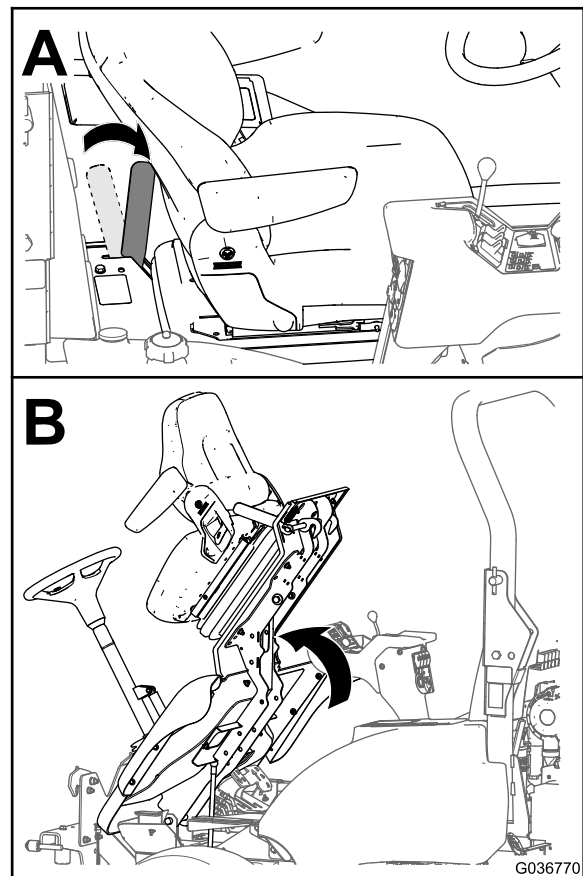

Bild 1
Bewegen Sie den Sperrriegelgriff der Plattform, um die Stellung zu entriegeln und kippen Sie die Bedienerplattform nach vorne, wie in Bild 1 abgebildet.
- A. Senken Sie die Plattform vorsichtig ab, siehe Bild 1 in Anheben der Bedienerplattform \(Seite 1\).
- B. Bewegen Sie den Sperrriegelgriff zur Vorderseite des Mähers, wenn die Plattform fast vollständig abgesenkt ist, siehe Bild 1 in Anheben der Bedienerplattform \(Seite 1\).
- C. Senken Sie die Plattform vollständig ab und schieben den Sperrhebel zum Heck des Mähers, bis die Sperrhaken ganz in der Sperrstange einrasten, siehe Bild 1 in Anheben der Bedienerplattform \(Seite 1\).
1. Senken Sie die Plattform vorsichtig ab, siehe Bild 1 in Anheben der Bedienerplattform (Seite 1).
2. Bewegen Sie den Sperrriegelgriff zur Vorderseite des Mähers, wenn die Plattform fast vollständig abgesenkt ist, siehe Bild 1 in Anheben der Bedienerplattform (Seite 1).